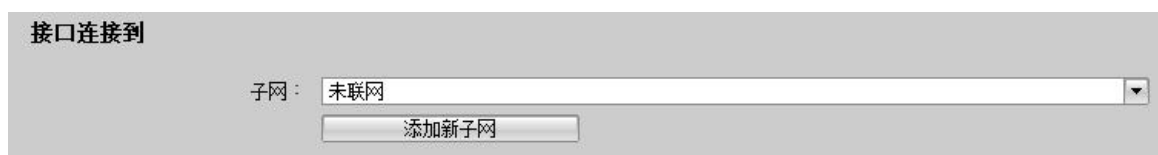

图 15 添加子网
(4) 主站网络设置完成之后，如图 15 所示：点击“添加新子网”，创建一个 PROFINET 网